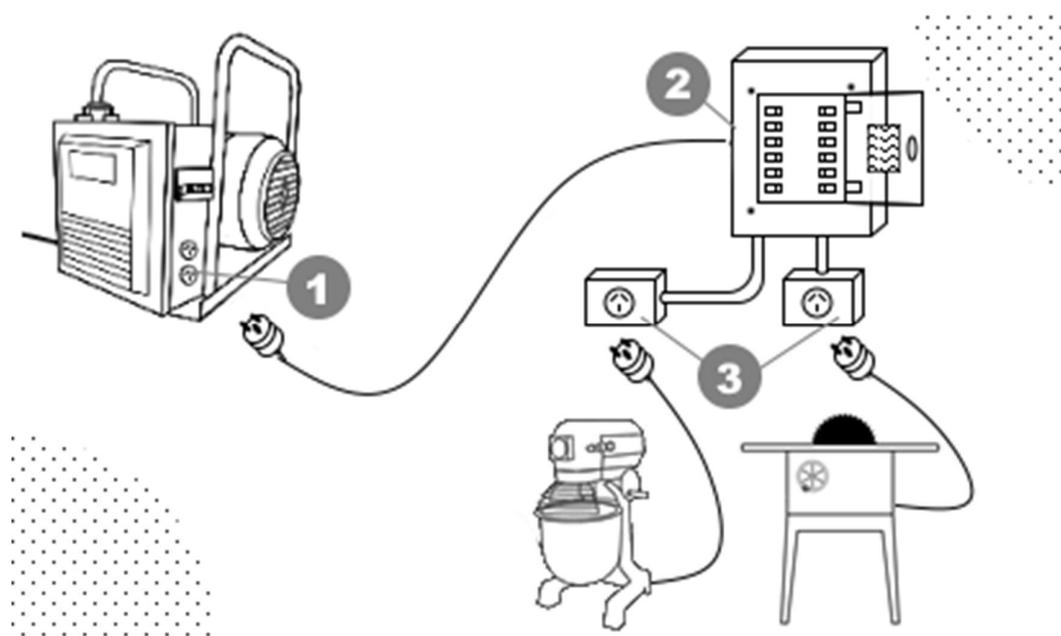

Figura 4
- ✓ Observando la **figura 4**, si los equipos a energizar están muy retirados uno del otro y del convertidor se puede conectar la salida **(1)** del convertidor a una caja de breakers de distribución **(2)** y de allí se canaliza con tubería eléctrica hasta los tomacorrientes respectivos **(3)**. En este caso no sería necesario que cada equipo tenga su respectivo Breaker de protección.
(3) La conexión entre la salida del convertidor y la carga a alimentar se realiza partiendo desde los bornes de salida del convertidor:
- ✓ Si los equipos a energizar son más de uno, se puede conectar la salida a través del cable especificado en la tabla y canalizado a través de tubería EMT flexible o rígido al tablero de breakers de distribución (2) figura 4, y de allí se distribuye a cada equipo a energizar a través del respectivo breaker de protección.
- ✓ Si los equipos a energizar son más de uno y se quiere prescindir de la caja de distribución (2) figura 4, se pueden conectar todos los circuitos ramales de los equipos a energizar directamente a la bornera de salida del convertidor (con los cables y canalización según la norma), en cualquier caso al prescindir de la caja de distribución con breaker cada equipo a energizar debe tener su respectivo breaker de protección.